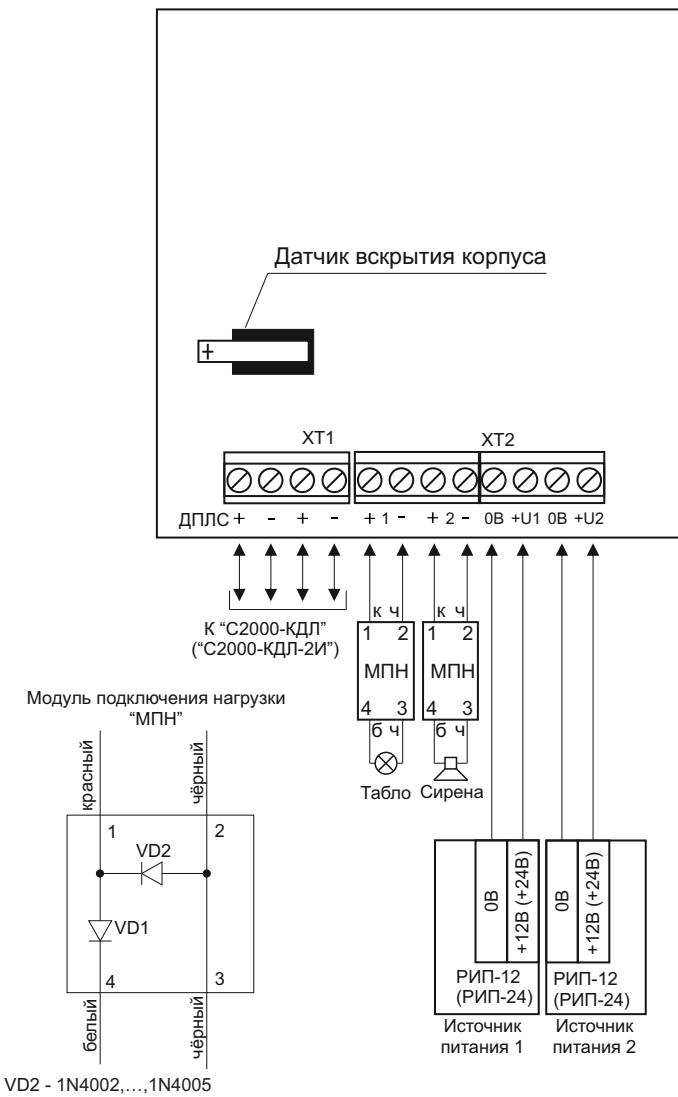

Рисунок 4. Схема внешних соединений блока
Монтаж соединительных линий производится в соответствии со схемой на рис. 4.
4.2.1 Подключите исполнительные устройства (световые табло, сирены, видеокамеры, электромагнитные замки и др.) в соответствии с рис. 4.